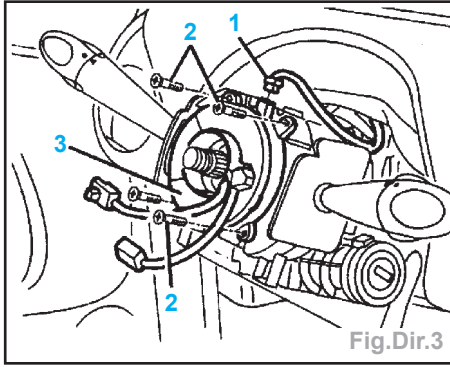

Fig.Dir.3
- enlever le revêtement inférieur (2),
- déboîter les boutons de retenue (3),
- déposer les vis (4),
- enlever le revêtement supérieur (5).
- Débrancher la connexion électrique (1) (Fig.Dir.3).
- Déposer les vis (2).
- Enlever le câble à spirale (3).